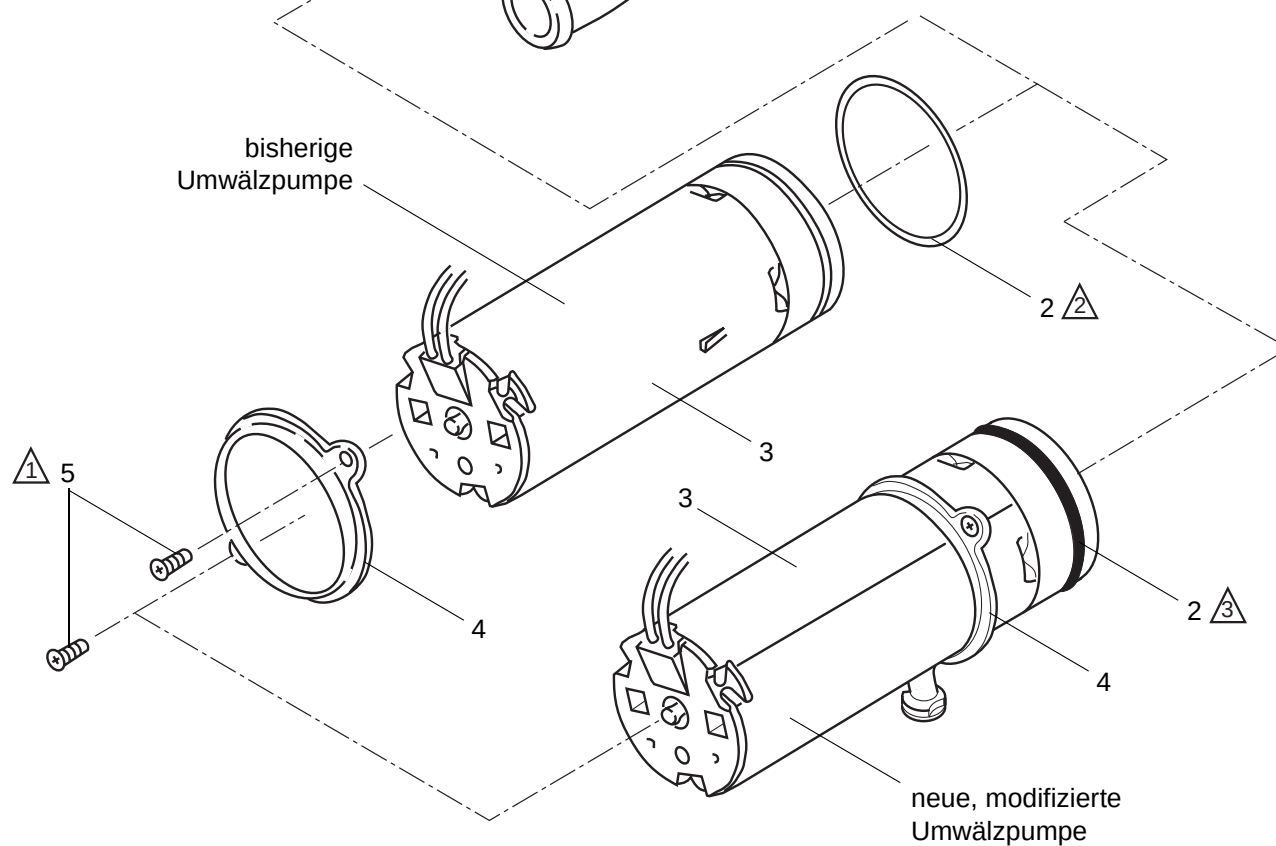

Abb. 902 Wechsel der Umwälzpumpe
4. Senkschrauben (5, Abb. 902) entfernen.
5. Stecker der Umwälzpumpe (1) am Steuergerät trennen.
6. Umwälzpumpe (3) aus dem Einbauraum herausziehen.
7. Ggf. Umwälzpumpe (3) mit Flansch (4), O-Ring (2) und Schrauben (5) aussondern.